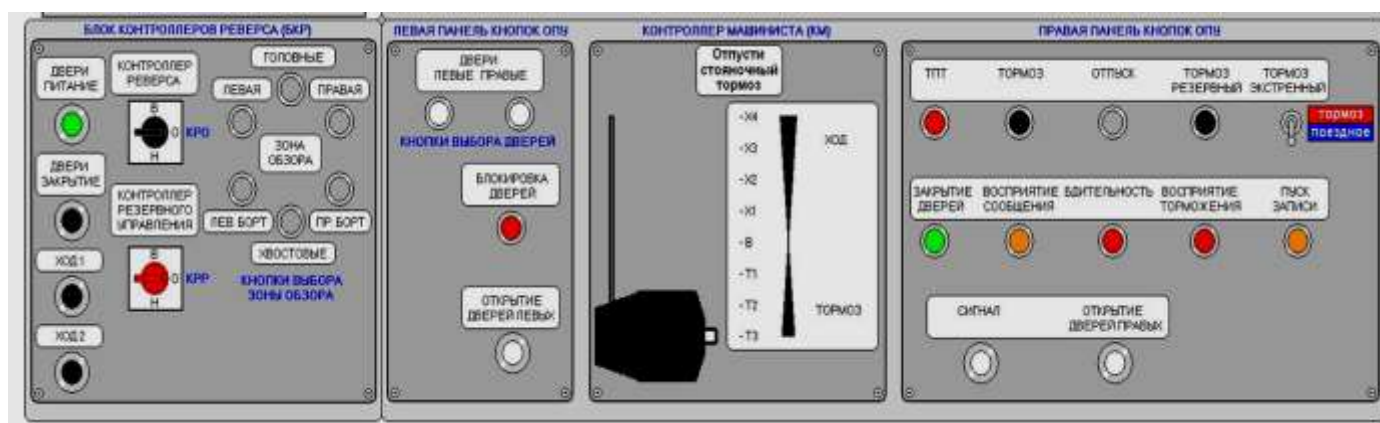

Рис.82 Расположение кнопок управления дверями
Управление электропневматическими вентилями ДВР раздвижных дверей осуществляется кнопками, размещенными на основном пульте машиниста (Рис.82).
- На блоке контроллеров реверса пульта машиниста (Рис.82) необходимо нажать кнопку «Двери питание».